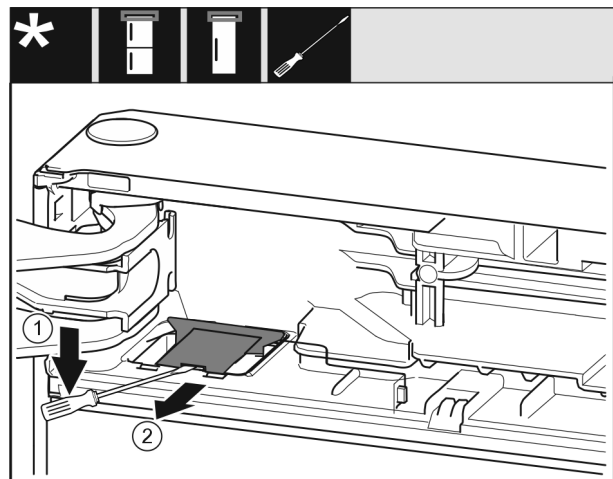

Fig. 11
- Con un cacciavite a intaglio disinnestare la copertura Fig. 11 (1).
- Estrarre la copertura Fig. 11 (2).